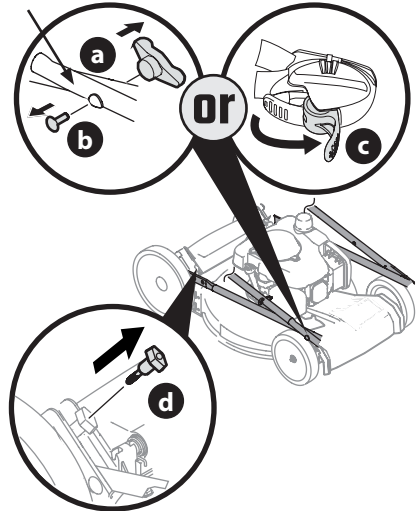

Figura 6
1. Extraiga las perillas o las tuercas de mariposa (a) y los pernos de carro (b) de la manija o que se incluyen con la manija de bloqueo EZ (c), prosiga al PASO 2 (Figura 6).
2. Extraiga los pernos T (d) de los soportes de la manija (Figura 6).